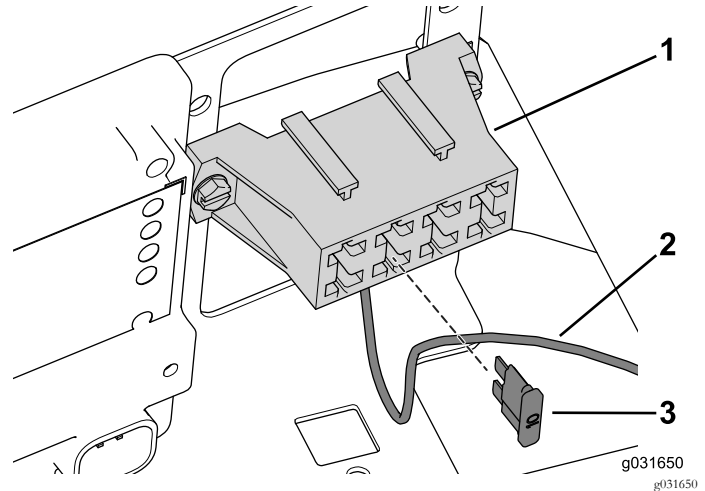

Figure 46
- Branchez le câble d'alimentation de la cabine à un emplacement libre dans le porte-fusibles (Figure 46).
- Insérez le fusible de 10 A dans la fente associée au câble (Figure 46).